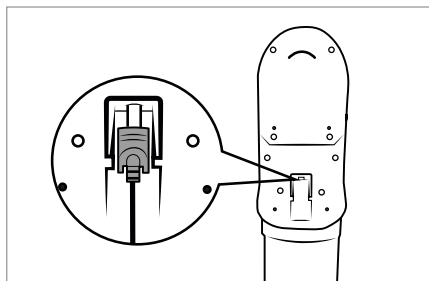

Fig. 8
- ▶ Oplad batteriet ② igen, så snart batteriindikatoren ②⑤ angiver, at batteriet ② || | | kun har lidt strøm tilbage.
- ▶ Produktet slukkes lige efter, at det tomme batteri ② || | | vises.
- ▶ Støvsugeren kan også oplades direkte med netadapteren ⑩. Tag hulstikket ⑪ ud af vægholderen ⑮ med en let drejning, og sæt det ind i ladestikket ③ på produktet (se fig. 8).